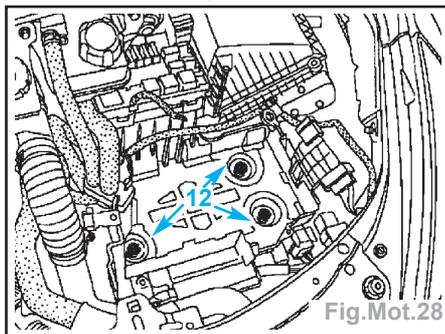

Fig.Mot.28
- Percer les trois vis inviolables (12) à l'aide d'un foret de diamètre **5 mm** dans l'axe de la vis (Fig.Mot.28).